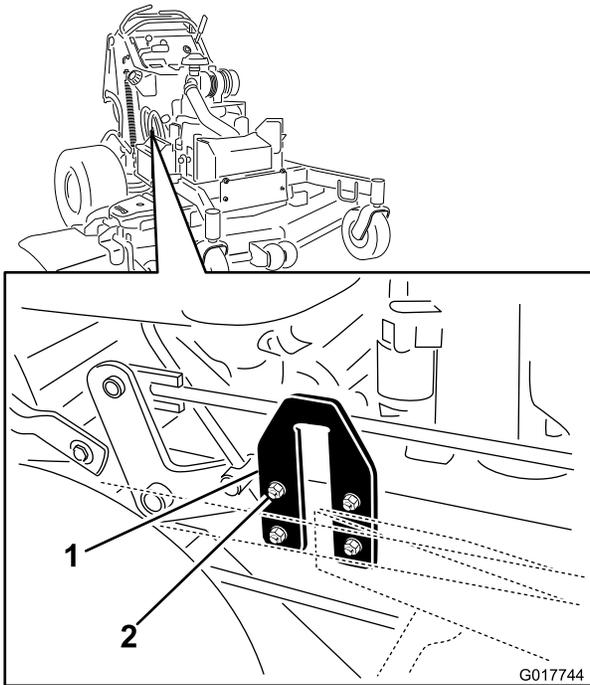

Figure 91
2. Trouvez les plaques en U sur le côté du plancher moteur (Figure 91).
valeurs mesurées en **B** et **C** à 6 mm (1/4 po) maximum (Figure 91).